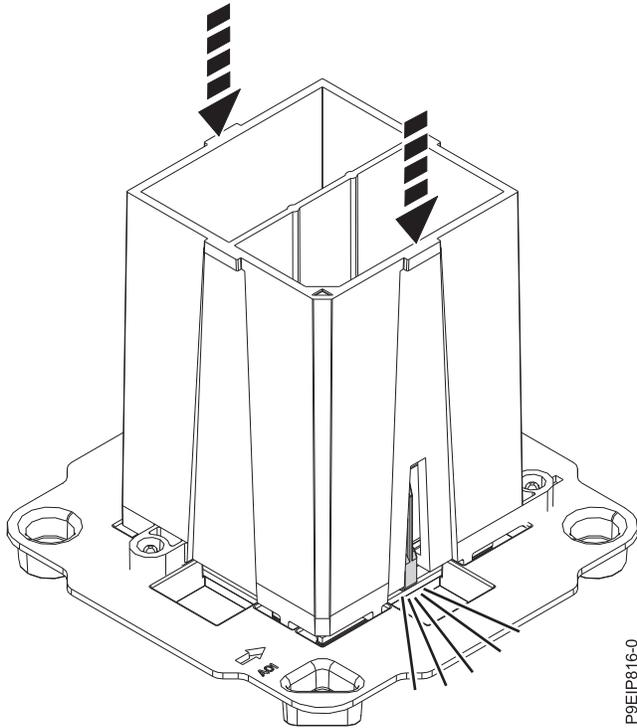

Figura 62. Bloqueo del módulo del procesador del sistema en la herramienta
4. Con la herramienta de extracción apoyada en la parte superior del módulo del procesador del sistema, empuje la herramienta para encajar el módulo del procesador del sistema en ella, tal como se muestra en la Figura 62 en la página 63.